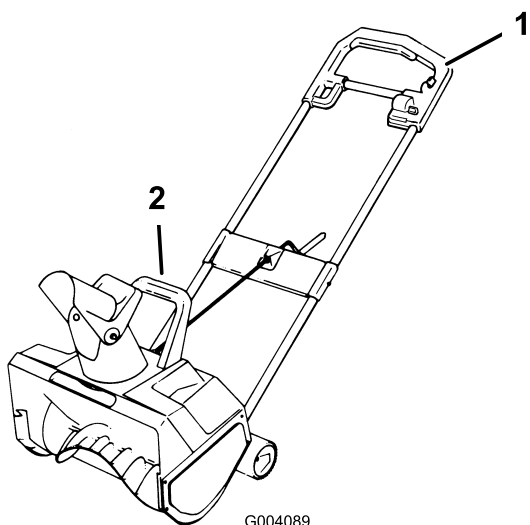

Figura 11
- Per raschiare grandi banchi di neve, sollevate lo spazzaneve agendo sulla maniglia principale e sulla secondaria (Figura 11) e collocatelo sul banco di neve. Lasciate che il peso dello spazzaneve raschi il banco, spostando lo spazzaneve avanti e indietro.